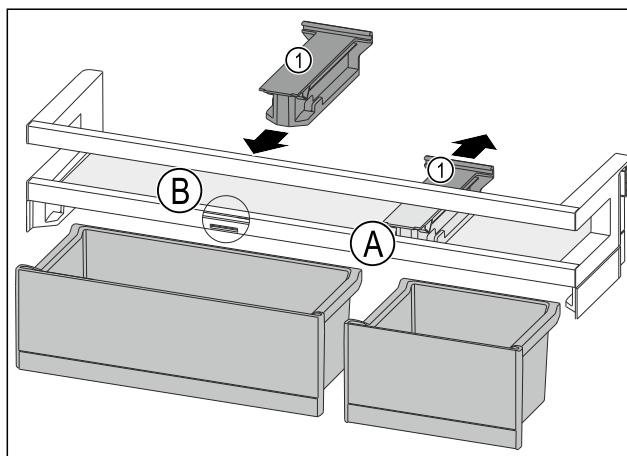

Fig. 88
- ▶ Retire la pieza de retención Fig. 88 (1) hacia atrás hacia la posición Fig. 88 (A).
- ▶ Inserte la pieza de retención Fig. 88 (1) en la posición Fig. 88 (B).